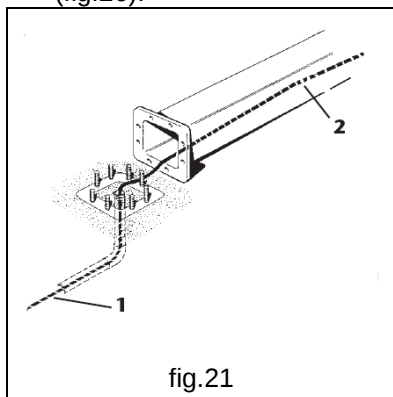

fig.21
- a. En el caso del cable **1** que sale del tubo colocado en el plinto, introducir directamente el cable dentro de la columna hasta alcanzar el agujero **2** situado en la parte superior de la columna (fig.21)